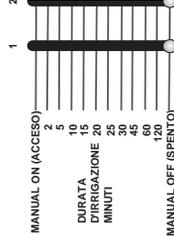

Abb. 13: Dauer-Schiebescalter auf Manuell Aus gestellt
- Sie können jede beliebige einzelne oder mehrere Stationen abschalten, indem Sie den Bewässerungsdauer-Schiebescalter in die Position **MANUALE OFF** (Manuell Aus) stellen (ganz nach unten) [siehe Abb. 13].